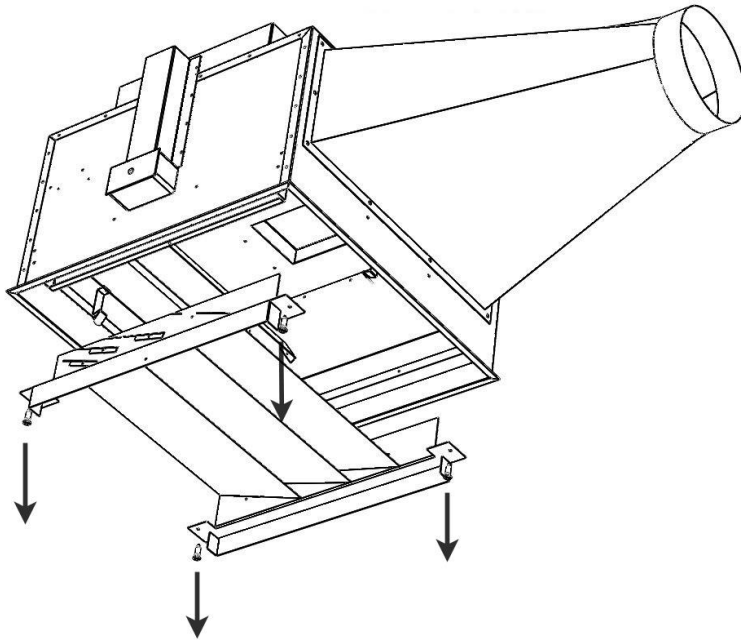

Figure 6. Dévisser entièrement les 4 visses maintenant la barrière UVC en place, puis tirer doucement celle-ci vers le bas
- a. Dévisser les 4 visses tenant la barrière UVC, puis tirer doucement celle-ci vers le bas (Figure 6).